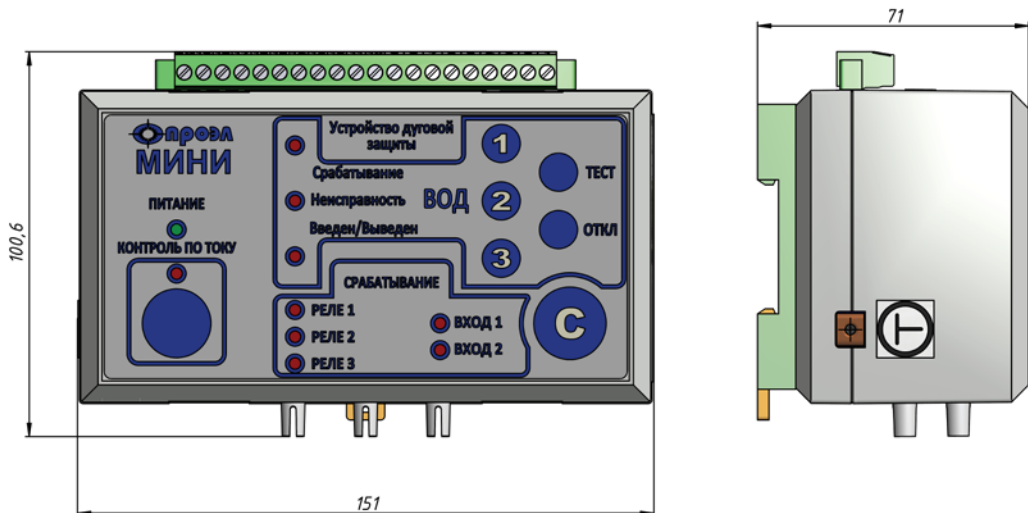
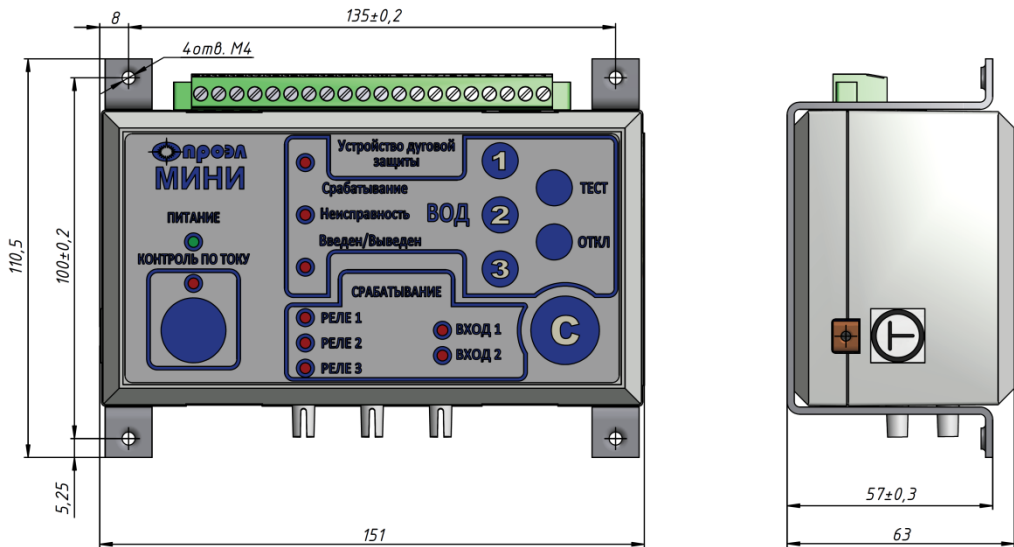

Рис.1.5. Вид и габаритные размеры БПМ в варианте крепления 01
Рис.1.6. Вид и габаритные размеры БПМ в варианте крепления 02
- 2) Вариант крепления на монтажную рейку TH35-0,75 (вариант поставки «01») (см. Рис.1.5);
- 3) Вариант крепления на панель (вариант поставки «02») (см. Рис.1.6).
На Рис.1.4, Рис.1.5, Рис.1.6. приведены габаритные размеры и внешний вид БПМ для вариантов 00, 01 и 02, соответственно.